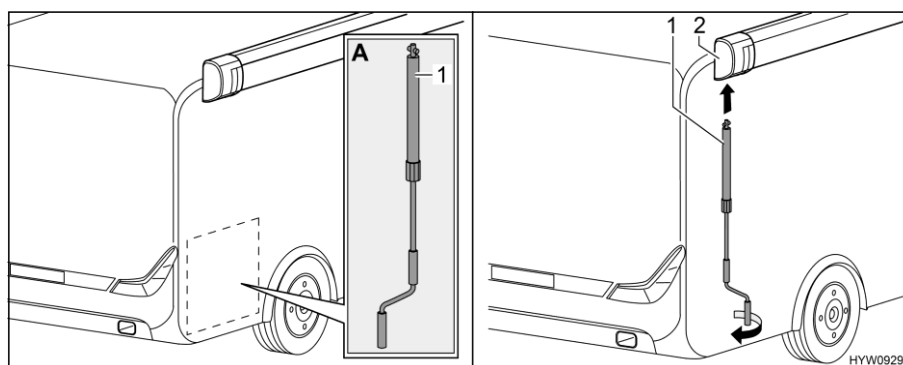

Fig. 25 Mettre la manivelle en place
- Prendre la manivelle (Fig. 25,1) dans le garage arrière (Fig. 25,A).
- Emboîter la manivelle dans la douille à baïonnette (Fig. 25,2) du store extérieur.